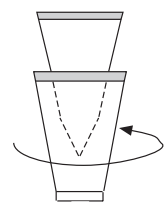

Abb. 10
- 7 - Den Schutzkegel wieder anschrauben (Abb.10).